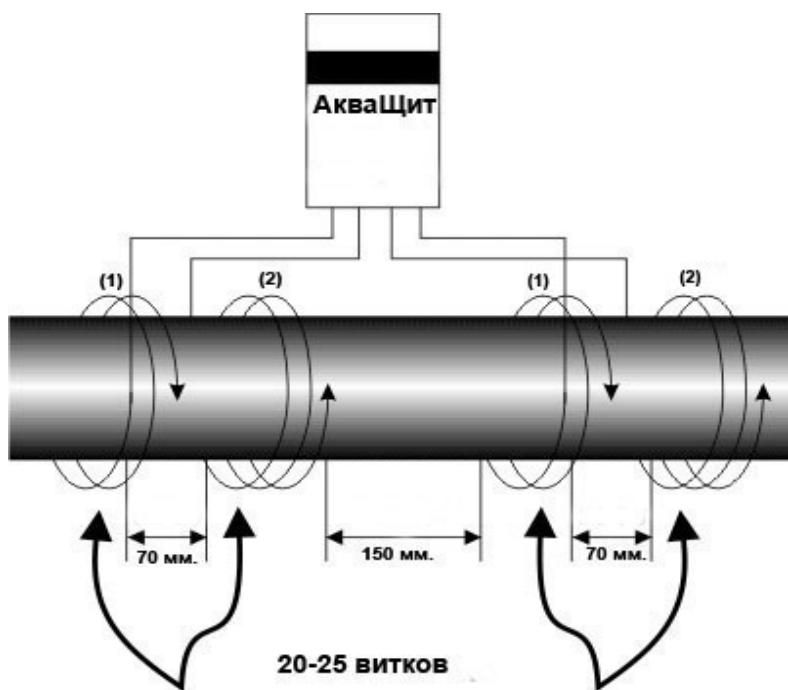

Рисунок 1 Условная схема монтажа прибора и проводов излучателей.
5.1.1. Намотать провода-излучатели на трубопровод выдержав расстояние между катушками – 150мм, *причем направление навивки проводов-излучателей первой (I) и второй (II) обмоток должны быть противоположными*. Намотку проводов излучателей выполнить плотно (виток к витку), начало и конец проводов закрепить пластиковыми стяжками или ПВХ изолентой (см. Рис.1).